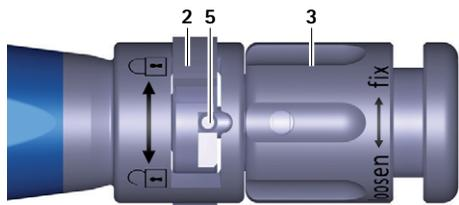
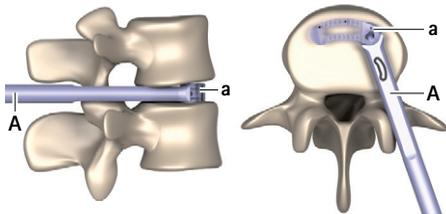

Рис. 3 Детальное изображение установочного инструмента, переключатель в закрытом положении
Рис. 11 Рабочий имплантат в конечном положении
- ▶ Повернуть переключатель 2 вправо (направление  $\text{↻}$ ), см. Рис. 3.
- ▶ Повернуть поворотную гайку 3 против часовой стрелки (направление "loosen" ("вперед")), пока пин 5 не будет полностью находиться в переключателе 2, см. Рис. 3. При этом следить за тем, чтобы пин 5 не защемлял переключатель 2
- ▶ Повернуть переключатель 2 вправо (направление  $\rightarrow$ ), см. Рис. 3.
- ▶ Когда конечное положение (см. Рис.11) достигнуто: Повернуть поворотную гайку 3 против часовой стрелки (направление "loosen" ("вперед")), пока пин 5 не будет полностью находиться в переключателе 2, см. Рис. 3. При этом следить за тем, чтобы пин 5 не защемлял переключатель 2
- ▶ Повернуть переключатель 2 вправо (направление ↷), см. Рис. 3.